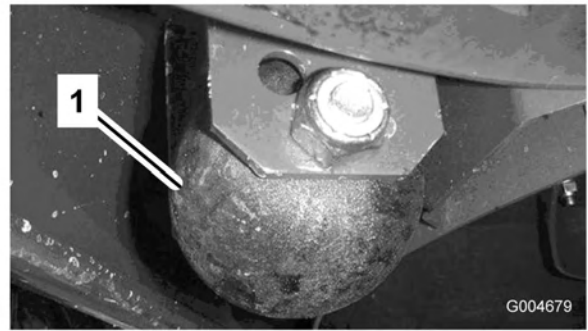

Figura 23
1. Rimuovete il bullone e il dado che fissano la ruota limitatrice alle staffe dell'apparato di taglio (Figura 23).